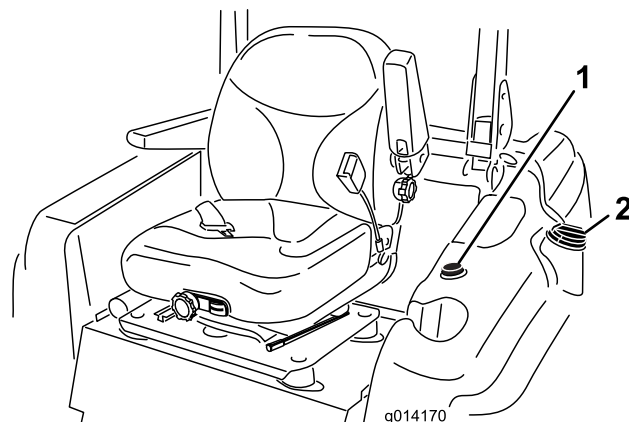

図7
3. 燃料タンクのキャップの周囲をきれいに拭いてからキャップを取る 図7。